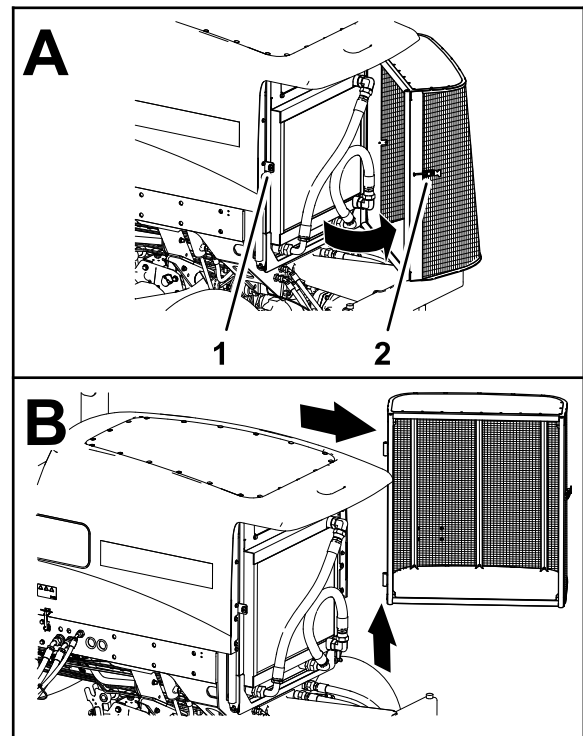

Figura 156
2. Desenganche y abra la rejilla trasera (Figura 156).